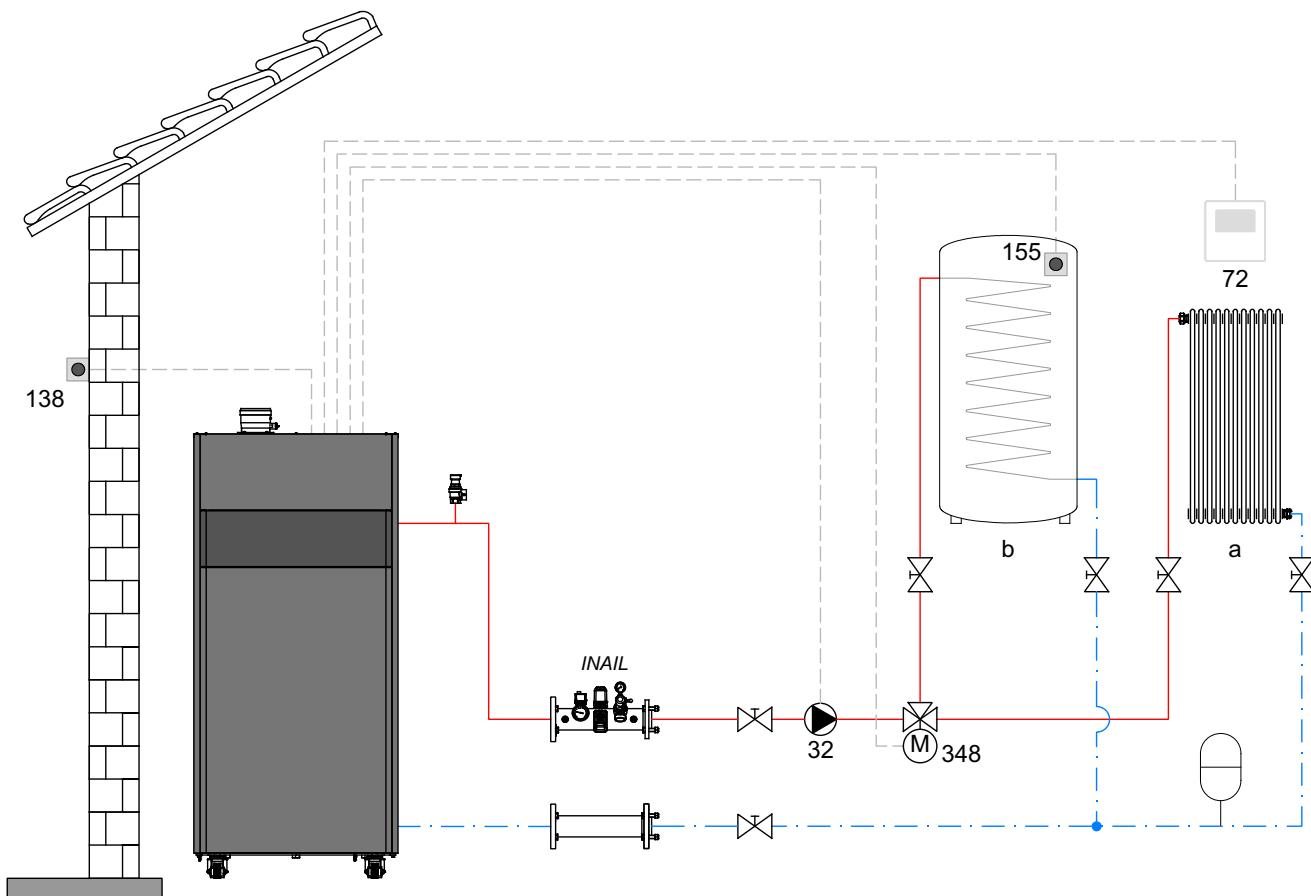
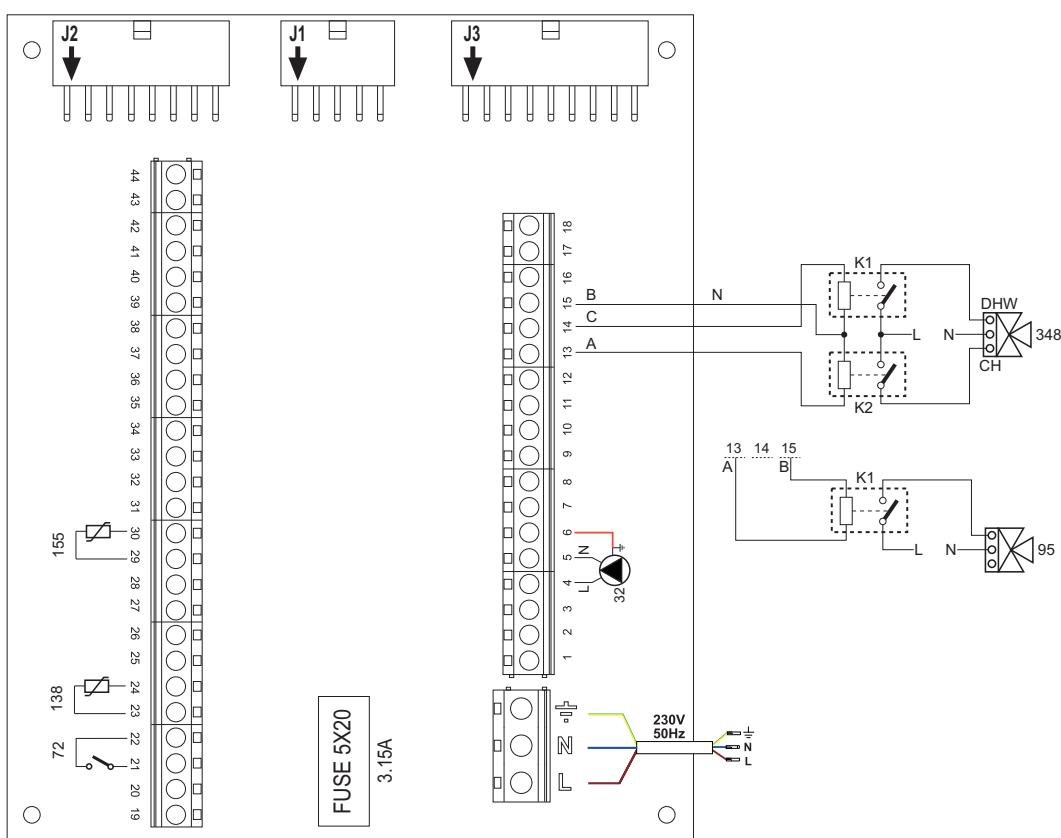

рис. 43
рис. 44
### Спецификация (рис. 43 и рис. 44)
**Во избежание повреждения платы рекомендуется использовать внешние реле для управления 3-ходовым клапаном, как указано в рис. 44.**
#### Спецификация (рис. 43 и рис. 44)